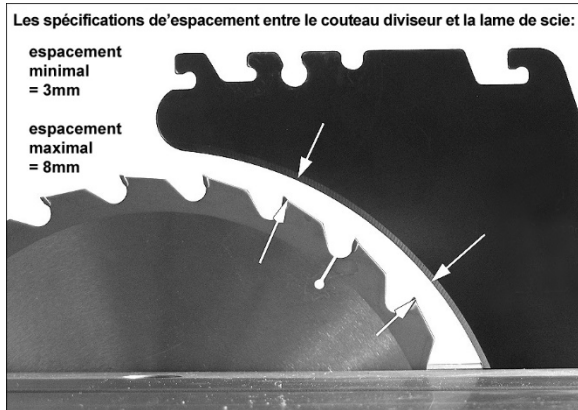

Figure 8-9
L'espace entre la lame de la scie et le couteau séparateur doit être d'une largeur se trouvant entre 3 mm (0,12 po) et 8 mm (0,32 po). Voir la Figure 8-9.
9. Resserrer les vis (C).
10. Réinsérez le couteau séparateur; engagez le levier (A) et vérifiez que l'espace entre la lame de scie et le couteau fait entre 3 et 8mm (Figure 8-9).